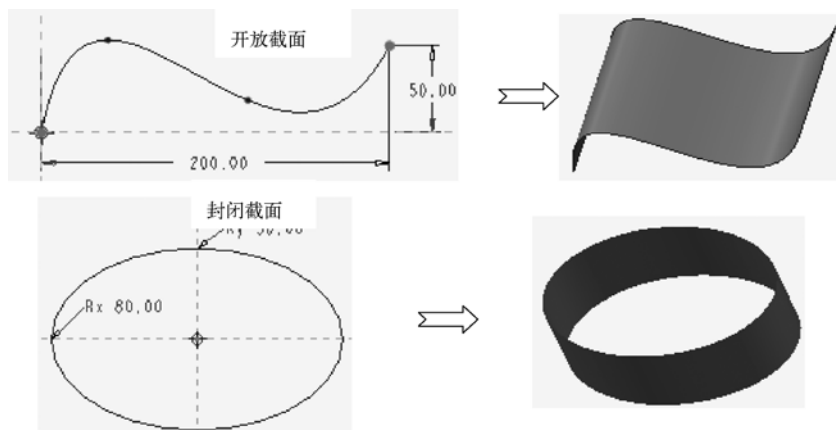

图 5-2 创建的拉伸曲面
- 用拉伸方式创建的曲面如图 5-2 所示。可以看出曲面的草绘图形可用开放截面和封闭截面。